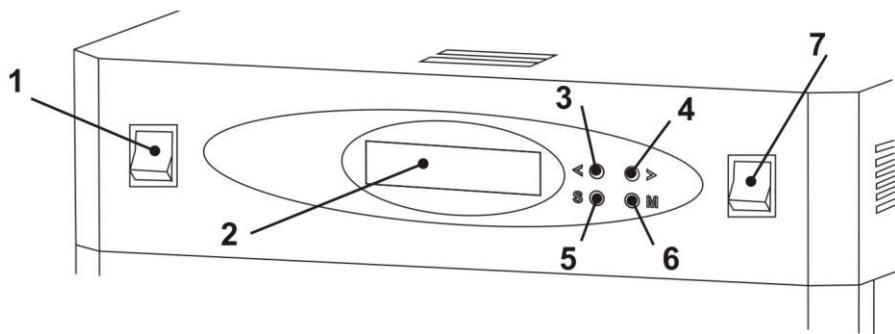

Рис.1
- клавиша «СЕТЬ» (вкл/выкл); (Рис.1 поз.1).
- клавиша «СВЕТ» (вкл/выкл); (Рис.1 поз.7)
- кнопки (без фиксации): «<>» (Рис.1 поз.3); «<>» (Рис.1 поз.4) «S» (Рис.1 поз.5) «M» (Рис. 1 поз. 6)